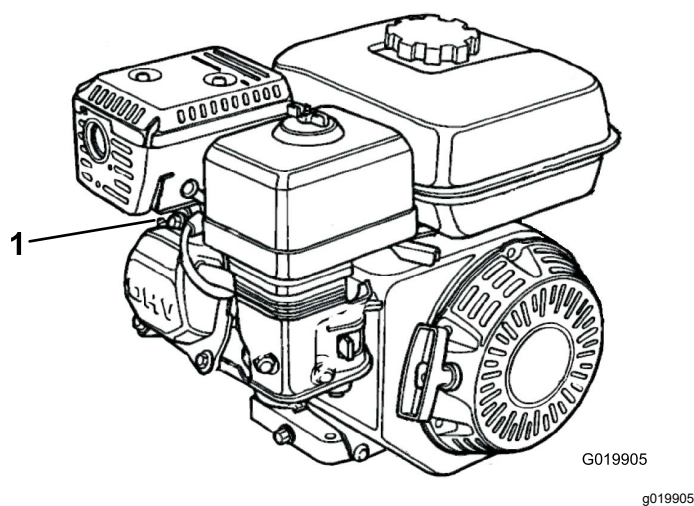

Рисунок 32
2. Отсоедините провод от свечи зажигания (Рисунок 32).